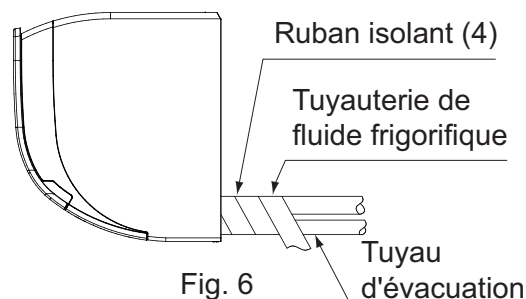
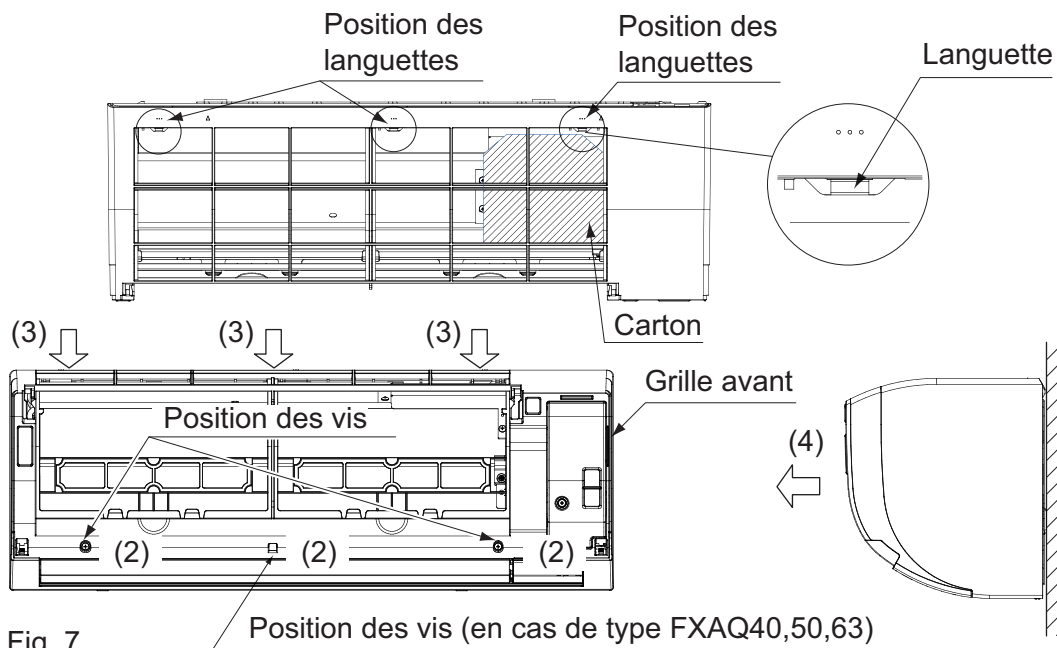

Fig. 6
Fig. 7
**(5) Pointez le tuyau dans la direction par laquelle il passera.**
**Tuyaux passant par la droite, par la partie inférieure droite et par l'arrière droite (Reportez-vous à la Fig. 6)**
- Enroulez ensemble les tuyaux d'évacuation et de réfrigérant dans le ruban isolant (4) de manière à ce que le tuyau d'évacuation soit en dessous du tuyau de réfrigérant.
- Enlevez la grille avant. (Reportez-vous à la Fig. 7)
- Enlevez la grille avant. **(Reportez-vous à la Fig. 7)**